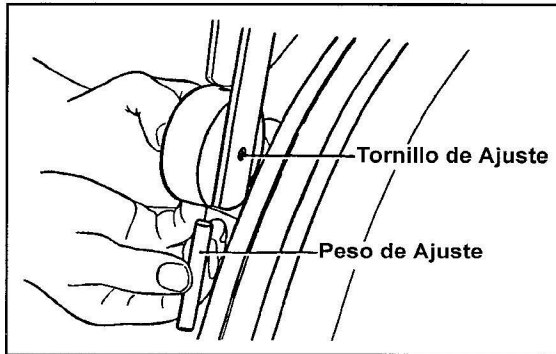

Figura 22. Ajuste del Peso del Péndulo para su Calibración con la Escala de Fuerza del Cicloergómetro
6. De haber una desviación, será necesario ajustar el péndulo con el peso correcto en la escala mediante el ajuste de su peso. Para poder cambiar la posición del **peso de ajuste**, afloja el tornillo del peso. Véase **Figura 22**.